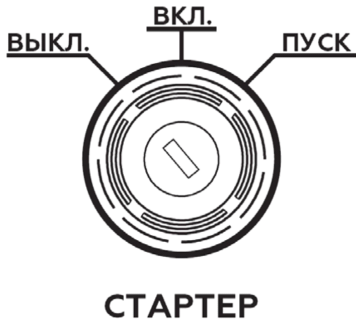

Рис. 16 Замок зажигания
4. Вставьте ключ в замок зажигания на панели управления и переведите ключ в положение «ВКЛ.» (Включено) (Рис. 16).